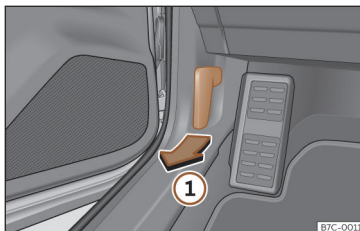

Fig. 191 Palanca de desbloqueo en el espacio reposapiés del conductor.
- Abra la puerta y tire de la palanca que hay debajo del tablero de instrumentos >>> **fig. 191** ①.